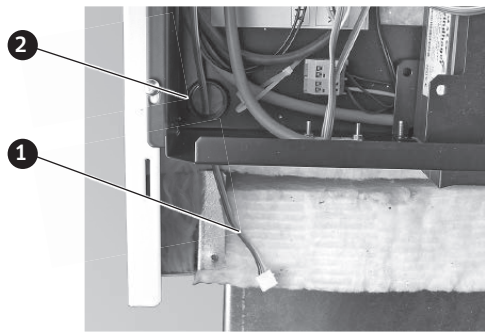

Fig. 80 Infilare il cavo InfoWIN^{PLUS}
- Prima di montare il pannello di comando occorre portare il cavo InfoWIN^{PLUS} dal quadro di comando sul davanti a sinistra – Fig. 80.